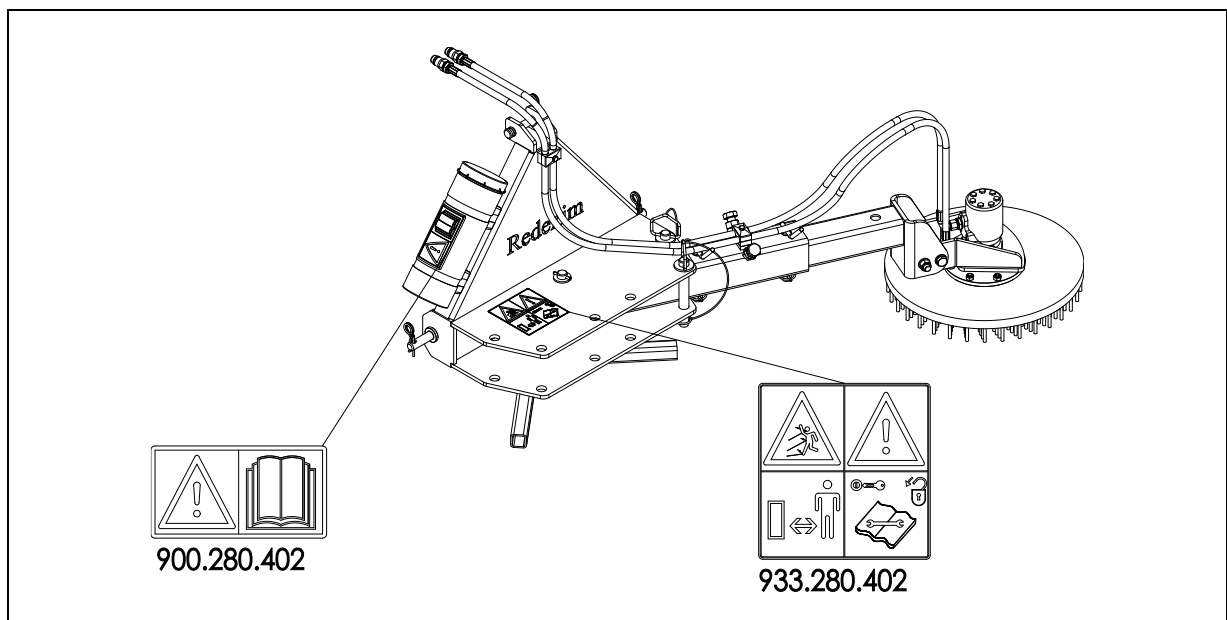

Fig. 5
Des deux côtés du SIDE-BRUSH figurent des autocollants de sécurité (Fig. 5) ayant une signification similaire. Ces autocollants de sécurité doivent toujours être clairement visibles et lisibles et doivent être remplacés s'ils sont endommagés.
- (7) Emplacement des autocollants de sécurité. (Fig 5.)